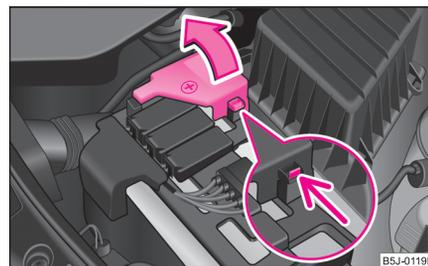

Fig. 161 Batería:
- Desbloqueo la fijación en el lado del polo positivo la batería ⇒ fig. 161.